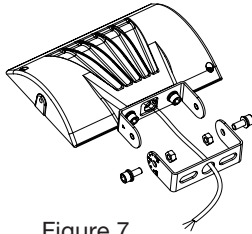

Figure 7
STEP 2: Secure the fixture to other yoke hardware and secure with screws (Figure 7). Yoke attachment is complete (Figure 8).
ÉTAPE 2: Fixez le luminaire à l'autre ferrure de l'étrier et fixez-le avec des vis (Figure 7). La fixation de l'étrier est terminée (Figure 8).